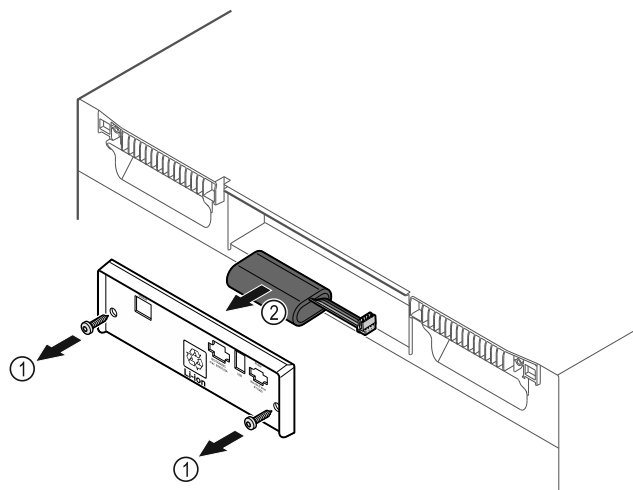

Fig. 202
- ▶ Desenroscar los tornillos y retirar la cubierta de la parte trasera del electrodoméstico Fig. 202 (1).
- ▶ Desconectar la batería y extraerla Fig. 202 (2).